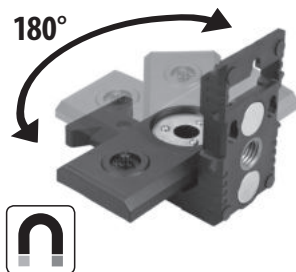

Abb.1
- Das Lasergerät kann auf den Schwenkarm des Magnethalters geschraubt werden (Abb.1), der dank Magneten an einer magnetischen Oberfläche befestigt oder an ein Stativ geschraubt werden (der Halter hat ein Gewinde 1/4" und 3/8" für das Stativ) oder er kann an ein Gewinde (5/8") an der Wand geschraubt werden.